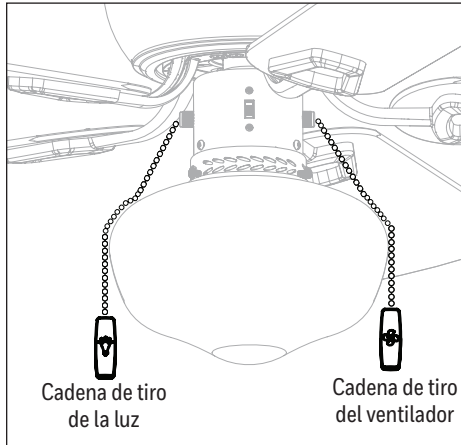

Figure 5.1
1. La cadena de tiro de ventilador tiene cuatro posiciones para controlar la velocidad. Un movimiento activa la velocidad ALTA; dos para la velocidad MEDIA; tres para la velocidad BAJA; y cuatro para APAGAR el ventilador. La cadena del tirador de la luz cuenta con 2 posiciones para APAGAR y ENCENDER la luz (Figure 5.1).